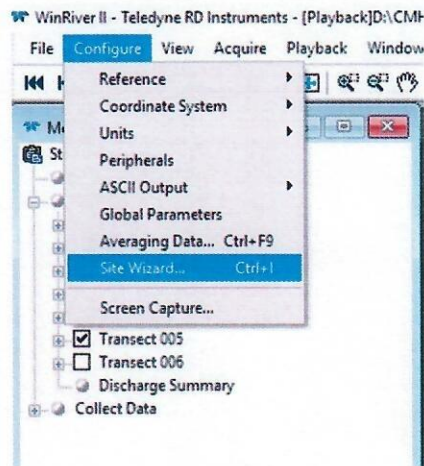

Fig. 26
e) Din meniul Configure alegem opțiunea Site Wizard (fig. 26).